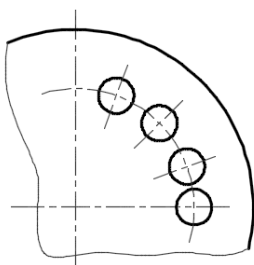

图 6-28 原始图形
1) 打开本书配套光盘中的“基线标注.dwg”，文件中存在的图形如图 6-28 所示。